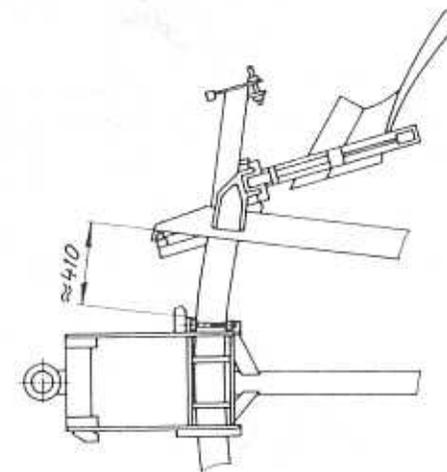

Abb. 13 Stellung des Führunggehäuses bei Transportfahrt und Fahren des Traktors in der Furche
- Furchenanschluß ist gewährleistet, wenn das Führunggehäuse in Transportstellung (Maß ca. 410, Abb. 13) gebracht wird.